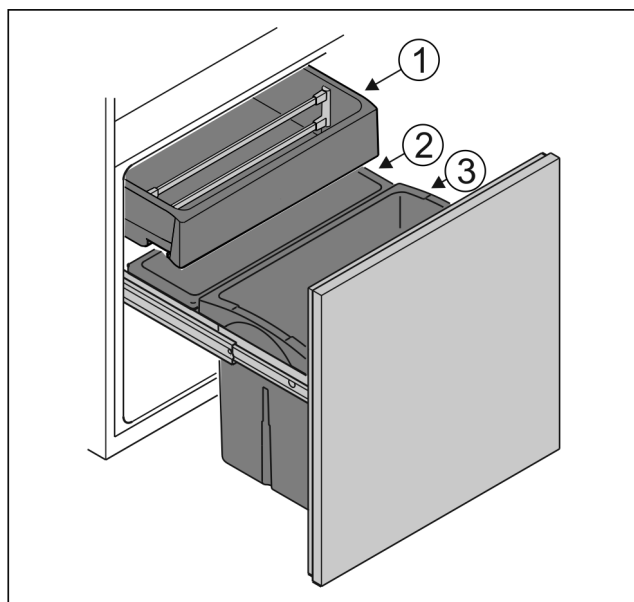

Fig. 6
- Behållare Fig. 6 (1): Förvara oförpackade grönsaker och tropiska frukter.
- Behållare Fig. 6 (2): Förvara oförpackade små sorter av frukt och grönsaker.
- Behållare Fig. 6 (3): Förvara enskilda flaskor.